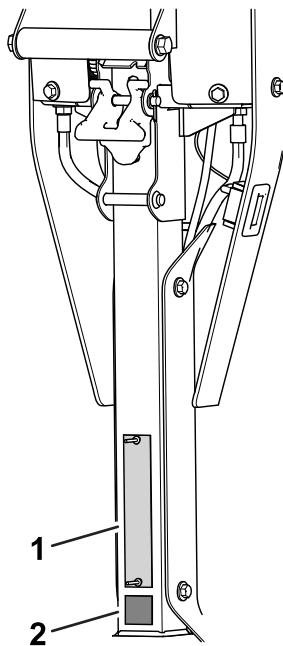

Figure 10
- Appliquez l'autocollant CE sous la plaque du numéro de série (Figure 10).